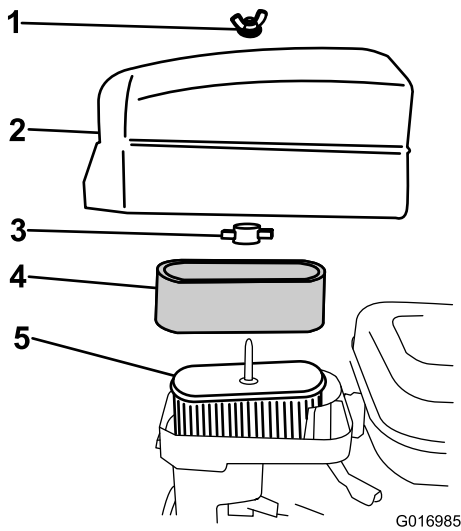

图32
4. 如果泡沫滤芯变脏，请将其从纸质滤芯中取出（图32）并清洁，如下所示：